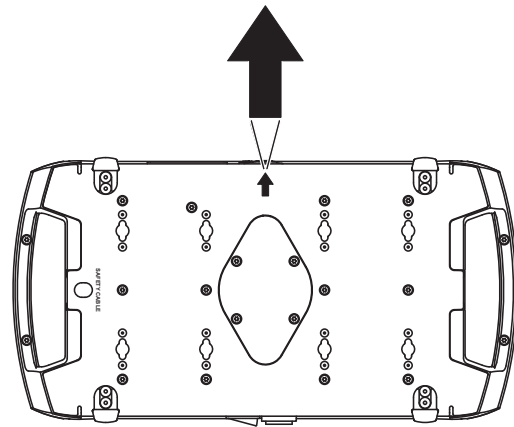

Figure 5: Face avant de l'appareil
3. Voir Figure 5 en page 9. Aligned le premier ensemble crochet - embase avec les deux trous de fixation dans la base et engagez les deux verrouillages à quart de tour. Voir Figure 4. Tournez complètement les verrouillages de 90° dans le sens horaire pour les bloquer. Répétez la même opération pour le second ensemble crochet - embase.